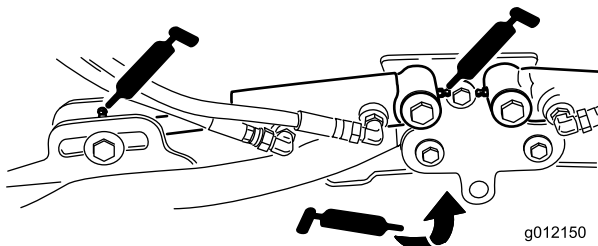

**Bild 51**
- Hubarmzylinder der Schneideinheit (2 Stück) (Bild 51)
- Hubarmgelenke (1 Stück) (Bild 51)